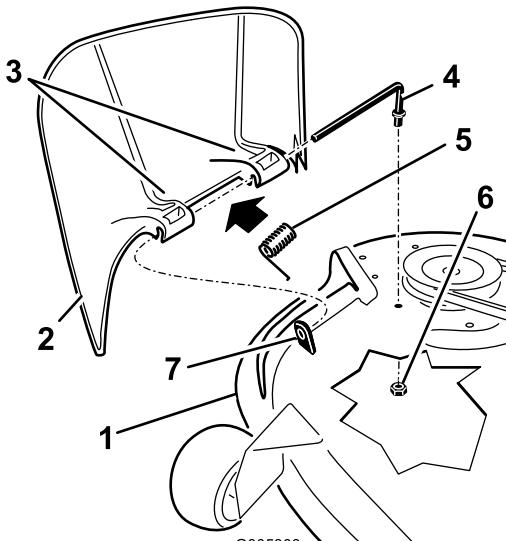

Figura 59
- Localice los elementos mostrados en la Figura 59.
- Retire la tuerca (3/8 pulg.) de la varilla (debajo del cortacésped) (Figura 59).
3. Retire la varilla del espaciador corto, del muelle y del deflector de hierba (Figura 59). Retire el deflector de hierba dañado o desgastado.
4. Vuelva a colocar el deflector de hierba (Figura 59).
6. Coloque el muelle sobre la varilla, con los extremos de los alambres hacia abajo, y entre los soportes del deflector de hierba. Deslice la varilla por el segundo soporte del deflector de hierba (Figura 59).
7. Introduzca la varilla, en la parte delantera del deflector de hierba, por el espaciador corto de la carcasa. Fije el extremo trasero de la varilla en el cortacésped con una tuerca (3/8 pulg.) (Figura 59).